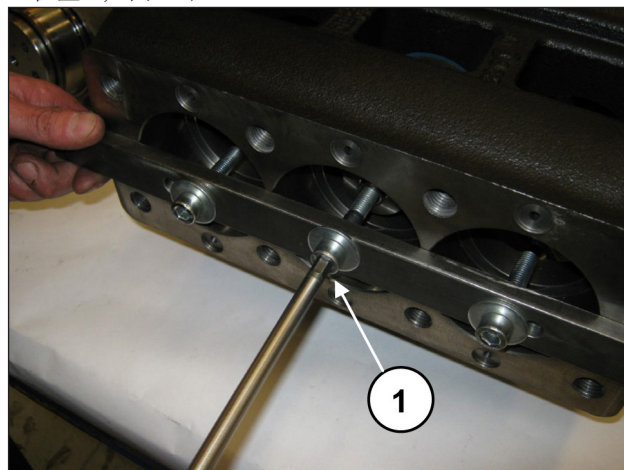
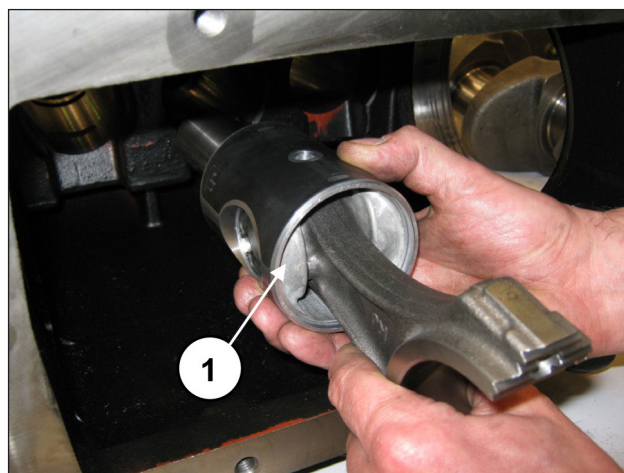

图 32
图 33
如有必要，更换一或多个连杆或柱塞导承，应操作如下：拧松工具（代码 27566200）的螺栓以松开连杆（位置①，图 32），接着从泵壳后方开口处抽出连杆/柱塞导承组件（位置①，图 33）。
确保曲轴箱已彻底清洁后，将半连杆/活塞导承组件插入曲轴箱管内(①，图 33)。
锁定三个组件，可利用编号为 27566200的专用工具(①，图 32)。
拆除用于锁定连杆、编号为 27566200 的工具（位置①，图 32）。